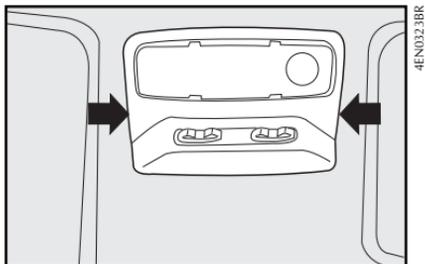

fig. 59
- con un destornillador en los puntos indicados por las flechas, saque el conjunto de luz interna montado a presión por las trabas **fig. 59**;